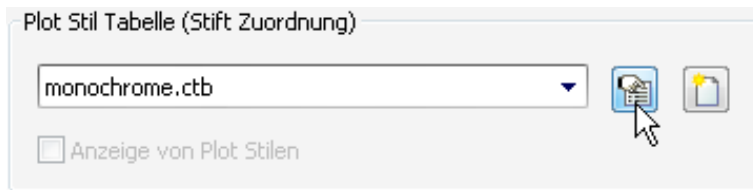

Bild 1.6 – Einstellen der Plotstiltabelle
- Im Gruppenfeld *Plot Stil Tabelle* wählen Sie *monochrome.ctb* aus dem Listenfeld und klicken auf die kleine Schaltfläche *Bearbeite Plot-Stil* (Abb. 1.6).